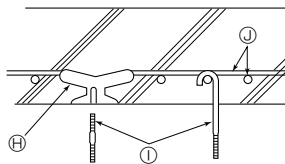

Fig. 2-5
- 2 Strutture in cemento armato (Fig. 2-5)